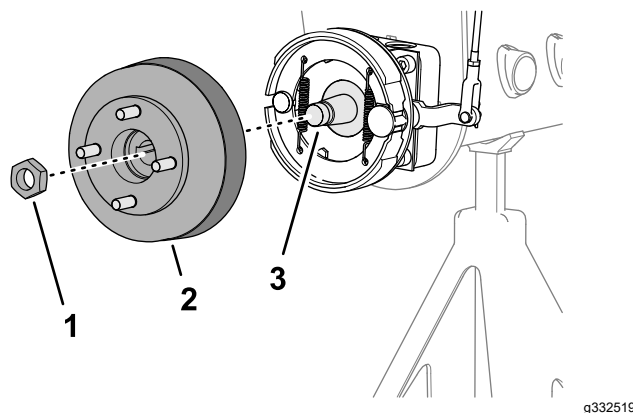
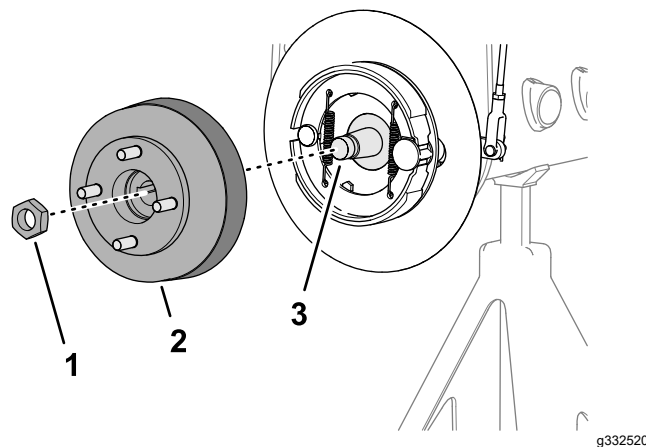

Figura 70
Figura 71
3. Monte o cubo da roda e tambor dos travões no veio do motor das rodas (Figura 70 ou Figura 71).
4. Prenda o cubo da roda ao veio com a porca de bloqueio (Figura 70 ou Figura 71) e aperte à mão.